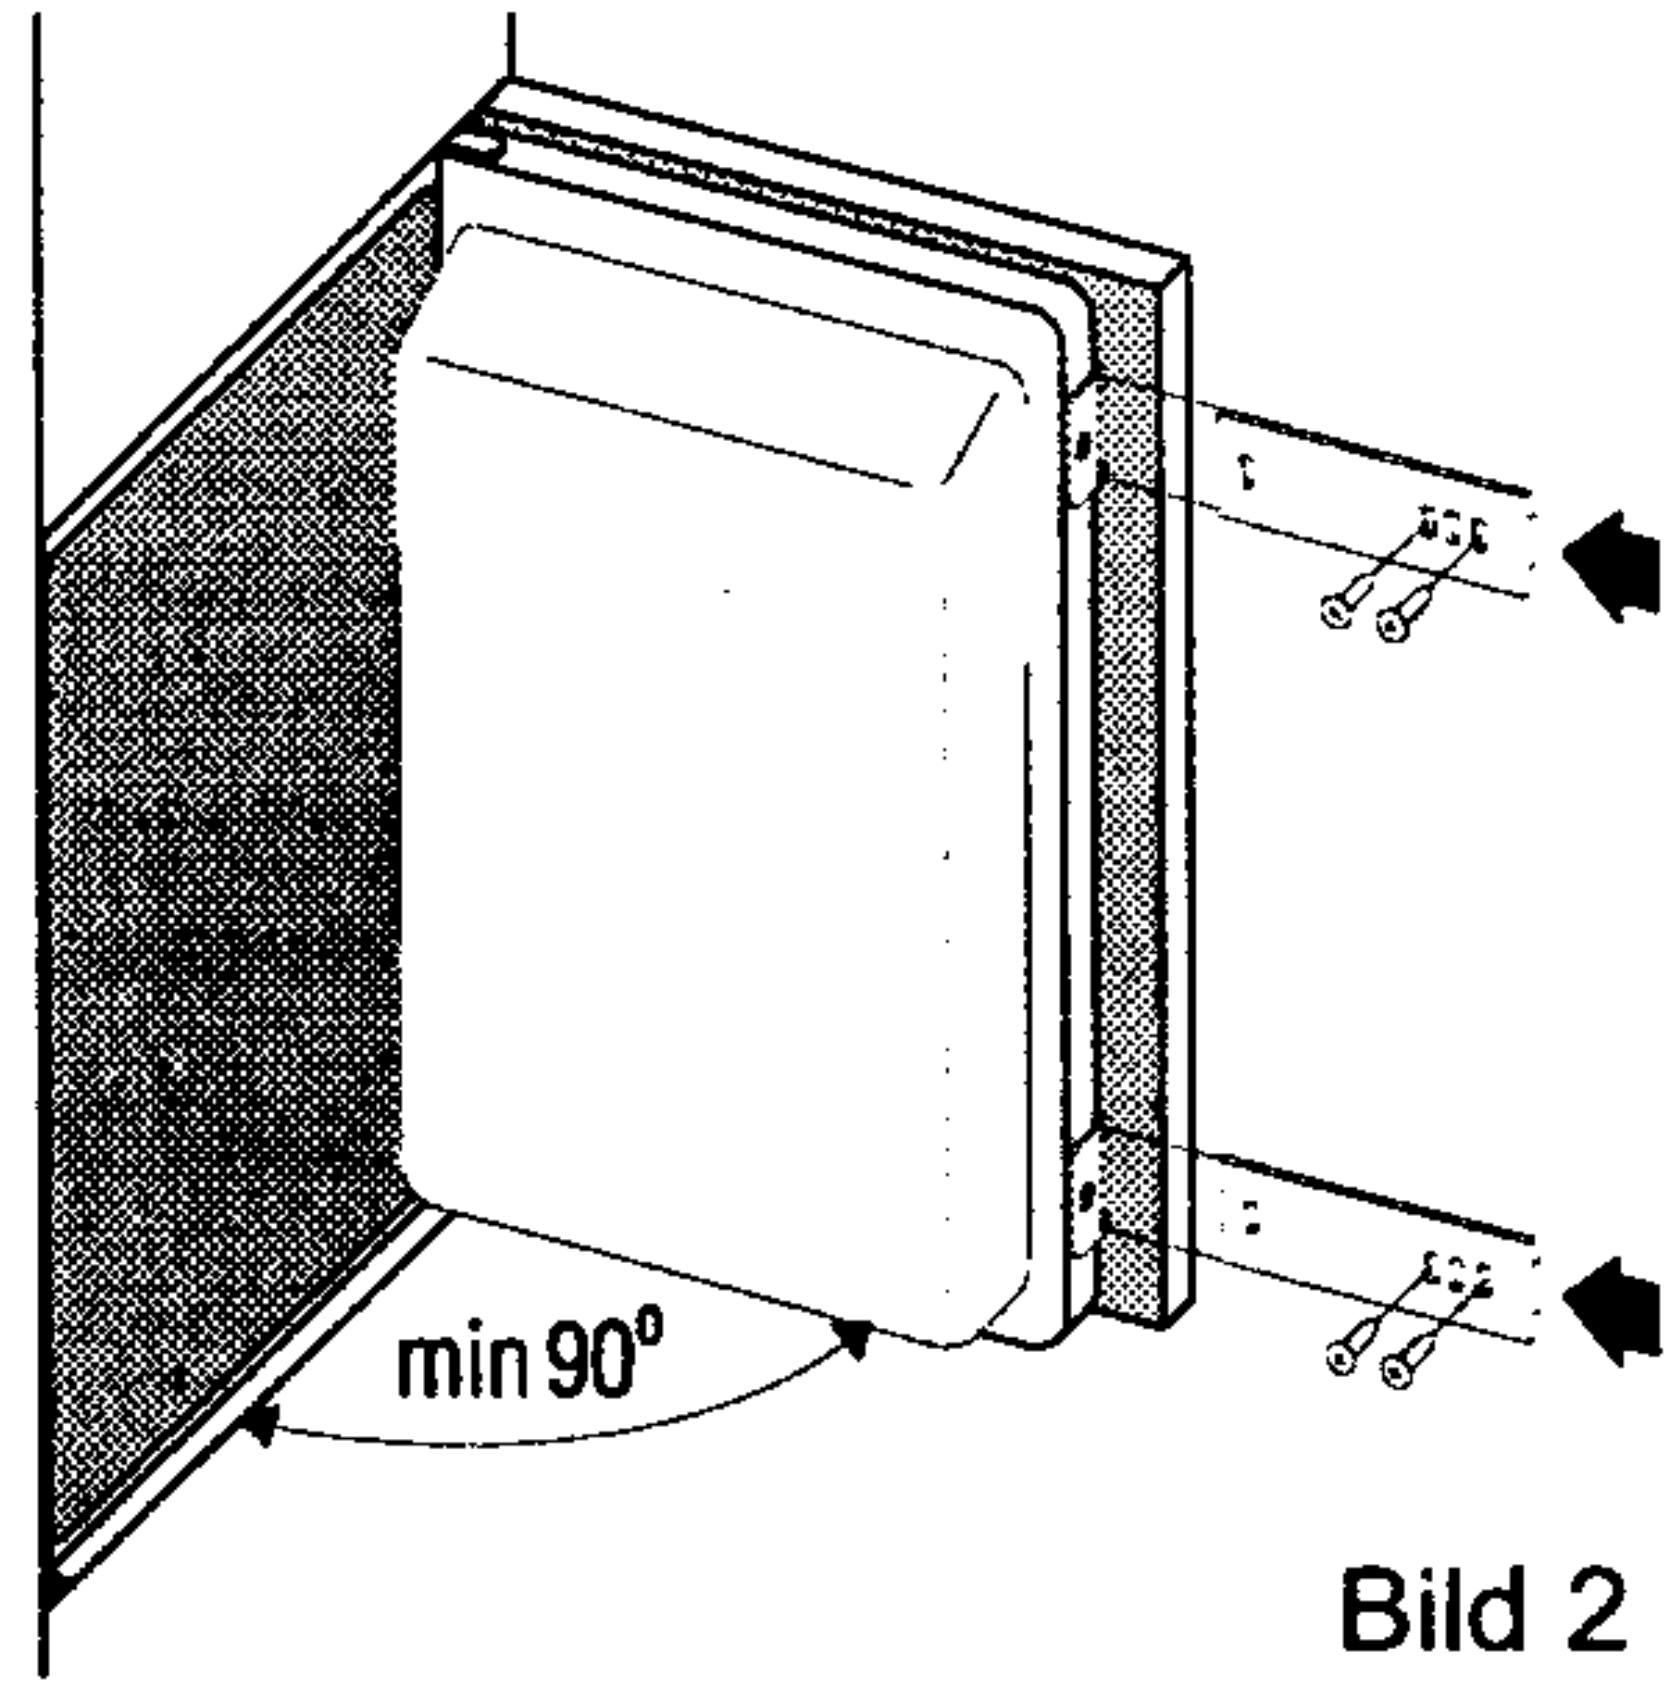

Bild 2
- Drücken Sie die Gerätetür an die Tür des Möbelementes (Bild 2).